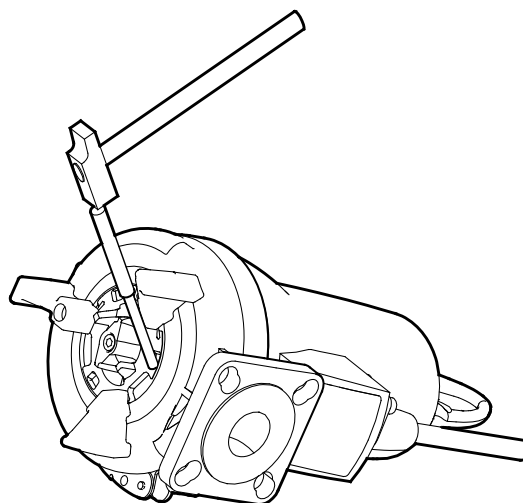

Рис. 11 Демонтаж кольца режущего механизма
2. Освободить кольцо режущего механизма (поз. 44), постучав по нему и повернув по часовой стрелке на 15-20°. См. рис. 11.